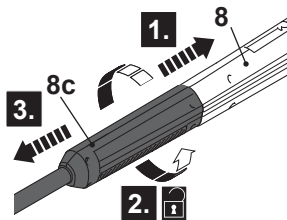

Fig. 8
- > Pressione a lança de extensão (8c) na direção da pistola pulverizadora (8) e gire-a no sentido contrário aos ponteiros do relógio para removê-la (Fig. 8).